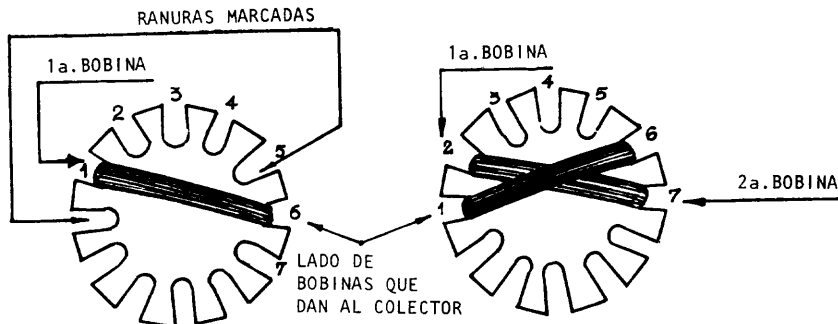

Fig.3
- b Arrolle el número de espiras correspondientes en las ranuras contiguas del lado derecho (fig.3).